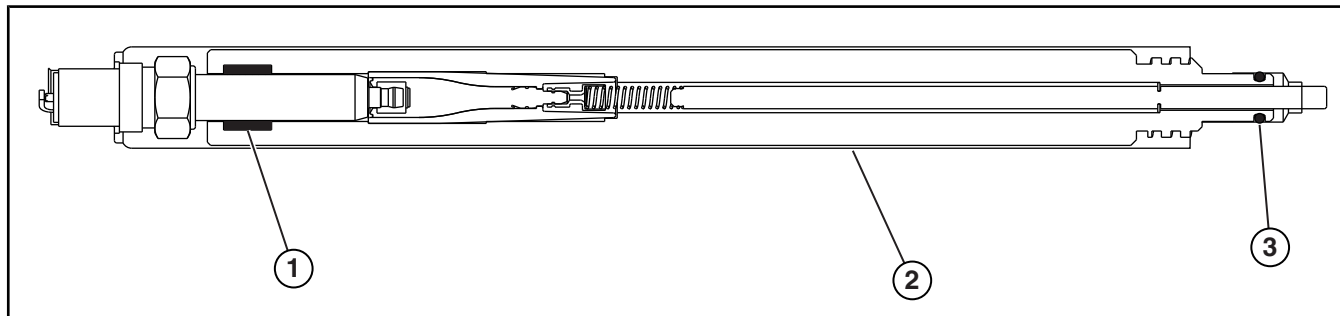
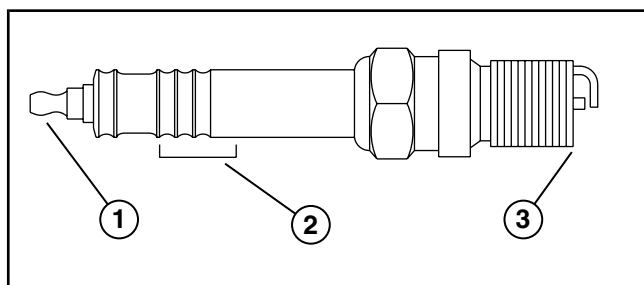

Рисунок 4.05-19: Удлинитель свечи зажигания
Рисунок 4.05-20: Свеча зажигания
1. Убедитесь в том, что стальная прокладка плотно установлена на посадочное место свечи зажигания (см. Рисунок 4.05-20).
2. При необходимости установите гайку контактного вывода (см. Рисунок 4.05-20).
4. Нанесите небольшое количество высокотемпературной смазки Krytox GPL-206 на керамический изолятор (до контакта с колпачком удлинителя) (см. Рисунок 4.05-19 и Рисунок 4.05-20).
7. Нанесите небольшое количество смазки Krytox GPL-206 на внутреннюю поверхность колпачка удлинителя и уплотнительного кольца на внешнем конце удлинителя свечи зажигания (см. Рисунок 4.05-20).